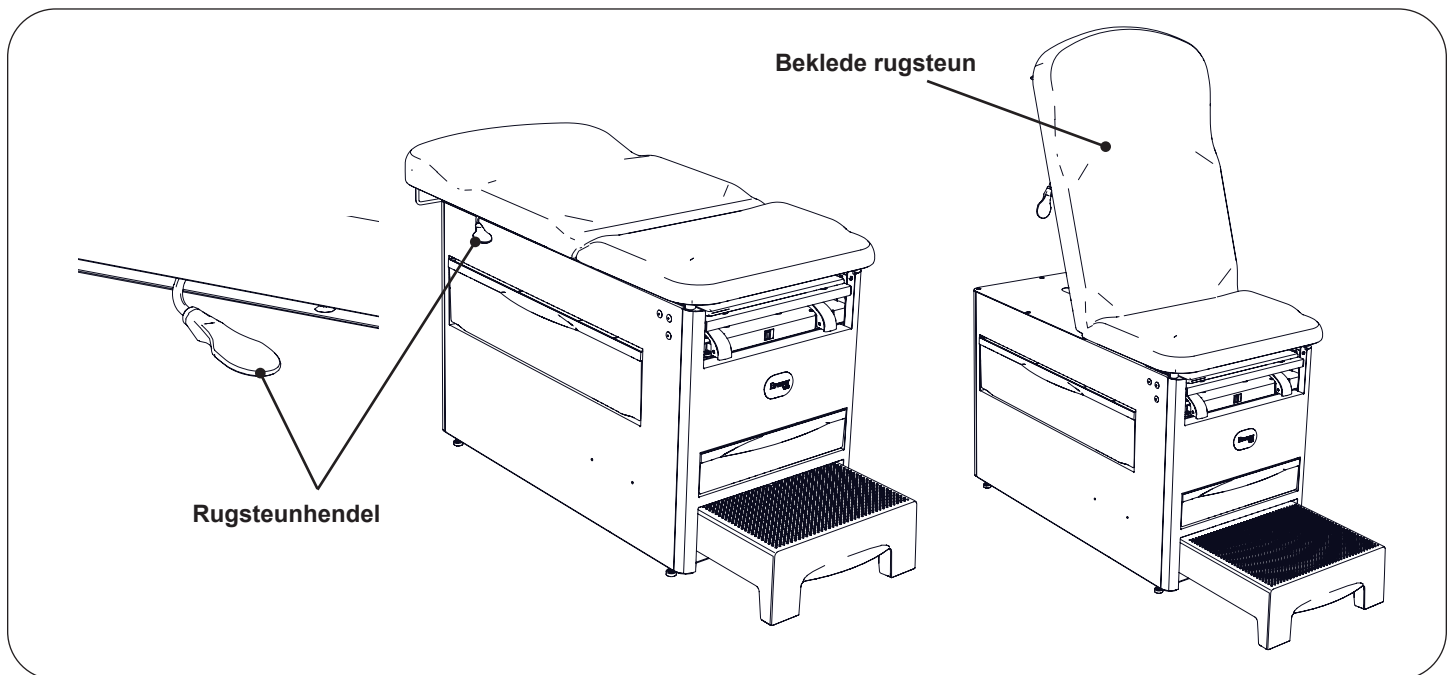

Figure 15. Bedienung van de beklede rugsteun
1. Houd de rugsteunhendel ingedrukt, til de beklede rugsteun omhoog voor omhoog brengen (Figure 15). Als u de hendel loslaat, wordt de tafel automatisch in de gewenste positie vergrendeld.